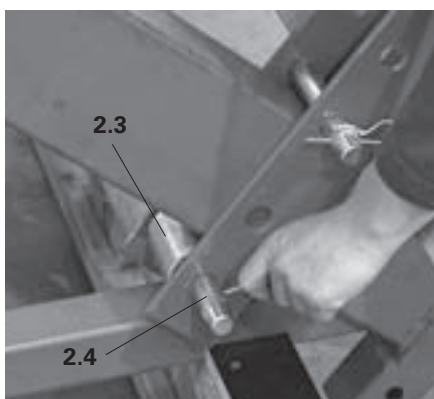

Fig. A1.20
7. Colocar o rolete (2.3) na cavilha (2.4). No lado dos guarda-corpos colocar e travar debaixo do perfil horizontal da consola. (Fig. A1.20)